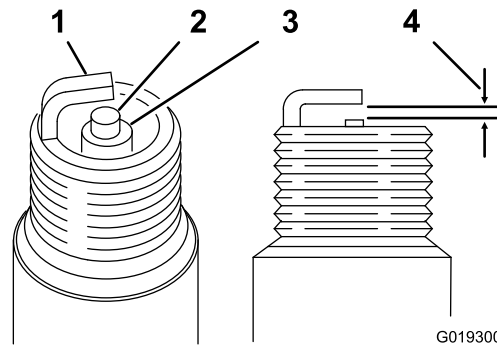

图34
3. 如图34所示，将空隙设定为 0.6~0.7mm。安装已设定正确空隙的火花塞，上紧扭矩至 23N•m。